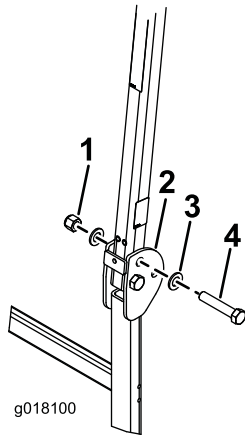

Figure 15
- Placez une rondelle (13/16" x 1 1/2") sur chaque boulon (3/4" x 4"), comme montré à la Figure 15.
- Placez les boulons et rondelles dans les trous occupés précédemment par les axes (Figure 15).
- Placez une autre rondelle sur chaque boulon et fixez le tout avec des écrous (3/4"), comme montré à la Figure 15. Serrez les écrous à un couple de 323 à 396 N·m.
- Serrez le boulon de pivot du système ROPS (Figure 15) à un couple de 91 à 113 N·m pour empêcher l'arceau de sécurité et le pare-soleil de rebondir.